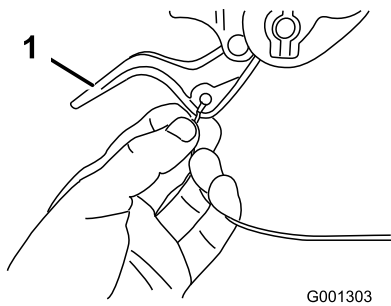

Bild 7
2. Verlegen Sie entweder das rechte oder linke Kabelende über den unteren Holm und stecken Sie das Kabelende in das Loch am entsprechenden Radkupplungshebel (Bild 7).